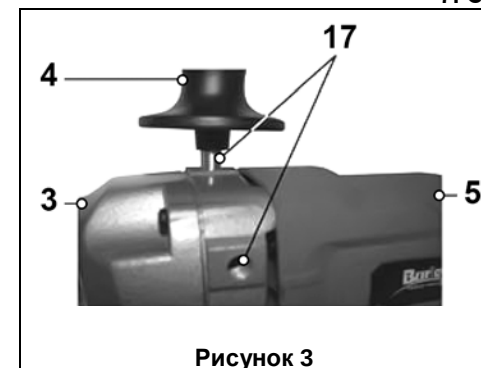

Рисунок 3
7.1. Установка дополнительной рукоятки (Рисунок 3).